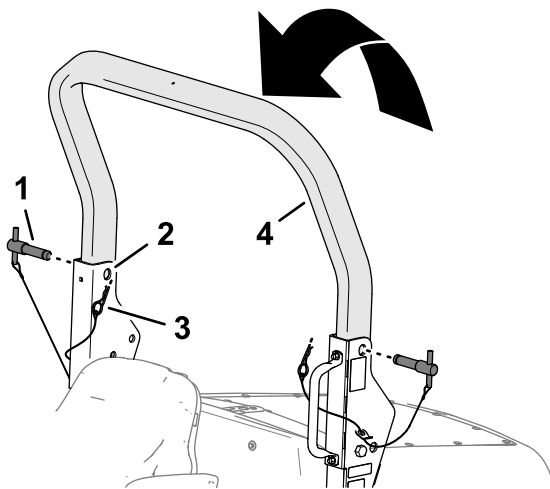

Bild 32
3. Heben Sie den oberen Überrollbügel an, bis die Löcher im Überrollbügel auf die Schwenkhalterungen ausgerichtet sind (**Bild 32**).
4. Führen Sie die Überrollbügelstifte durch die oberen Löcher der Schwenkhalterungen und des oberen Überrollbügels (**Bild 32**).
5. Sichern Sie die Überrollbügelstifte mit den Splinten an den Schwenkhalterungen (**Bild 32**).